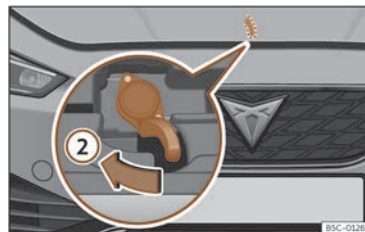

Fig. 214 Palanca sota el capó.
- Per aixecar el capó, feu pressió cap a l'esquerra amb el palmell de la mà mirant cap avall a la palanca situada sota el capó, al centre >>> **fig. 214 ②**. Els ganxos de subjecció queden desbloquejats.